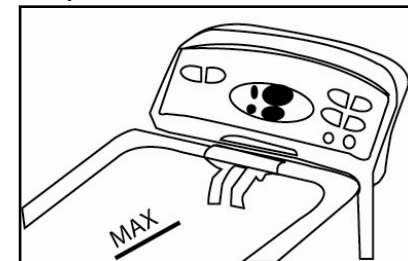

Fig. 2
- Siempre debe mantener el nivel de aceite entre las marcas de nivel mínimo y máximo dentro del recipiente del aceite. Verifique el nivel de aceite antes de cada uso. Para obtener los mejores resultados, NO exceda la marca de "MÁX" con el aceite. (Fig. 2)